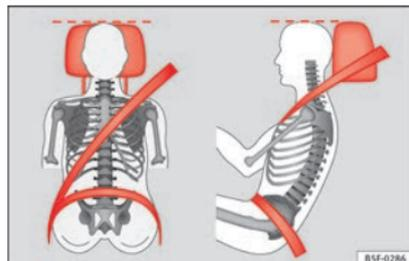

Fig. 84 Poggiatesta posizionato correttamente, vista frontale e laterale.
- Regolare il poggiatesta portandone il bordo superiore alla stessa altezza della parte superiore della testa, almeno all'altezza degli occhi »» fig. 84.